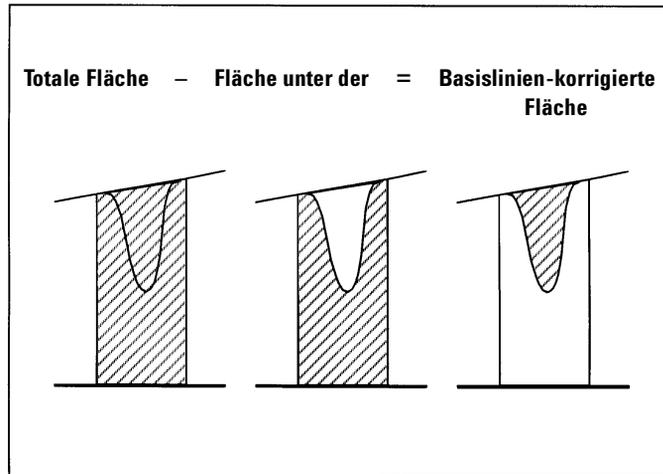

Abbildung 30 Flächenbestimmung bei negativen Peaks
- bei Lösungsmittelpeaks (S) liegt die Fläche oberhalb der horizontalen Verlängerung vom letzten gefundenen Basislinienpunkt und unterhalb der korrigierten Basislinie des tangentialen Peaks (T). Ein Lösungsmittelpeak kann eventuell zu langsam ansteigen, um erkannt zu werden oder eine Peakgruppe kann der Erfahrung zufolge ein Lösungsmittelpeak mit einigen Aufsetzern sein. Dies bewirkt oft eine verschmolzene Peakgruppe, bei der der erste Peak wesentlich größer ist als die anderen. Eine einfache Auswertung durch Lotfällung würde die hinteren Peaks überbewerten, da sie tatsächlich auf der abfallenden Flanke des ersten Peaks sitzen. Durch Erzwingen der Erkennung des ersten Peaks als Lösungsmittelpeak werden die restlichen Peaks durch tangentielle Anpassung integriert.
- Negative Peaks liegen unterhalb der Basislinie und haben, wie in Abbildung 30 gezeigt, eine positive Fläche.